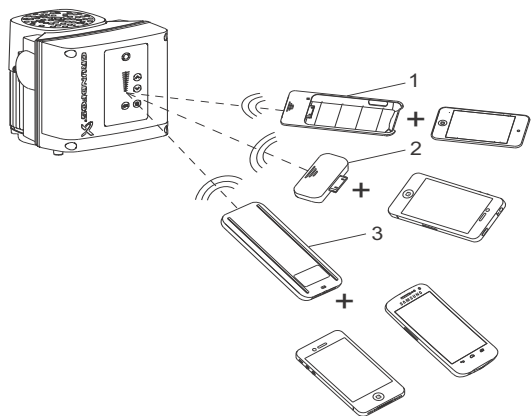

Fig. 31 Communication radio ou infrarouge avec Grundfos GO Remote
Grundfos GO Remote propose trois interfaces mobiles différentes (MI). Voir fig. 31 :